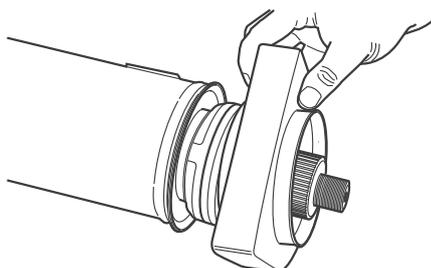

Figura 9.10
2. Remova e descarte o coxim de borracha. Figura 9.10.